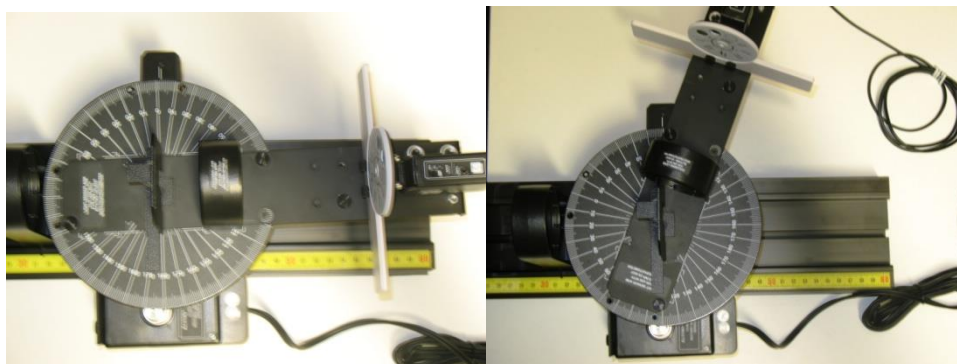

Figura 2
- Se hará rotar el brazo móvil hacia el espectro (primer orden de la difracción) ver figura 2.